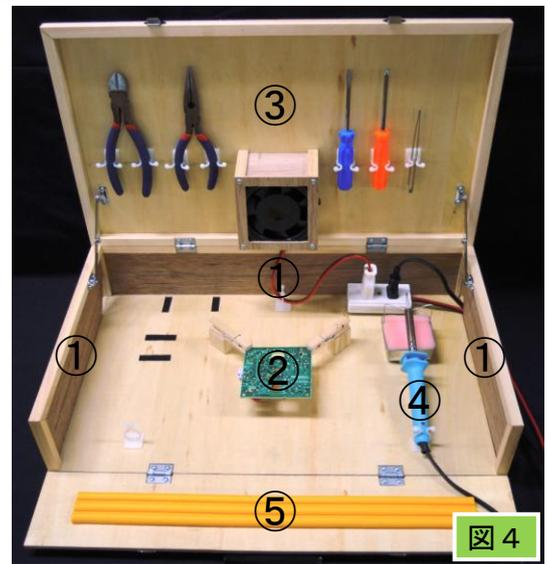

図4
作業スペースの確保および工具の収納が可能(図4)
- ・周囲に壁を設けることで, 作業スペースを明確にし, 他の生徒の身体や衣服が誤って接触することがなくなり, 火傷や衣服の焦げなどの事故を防止できるようにしました(図4①)
- ・木製クリップを設置し, 基板を傷つけずに固定できるようにしました。(図4②)
- ・工具を天板部分に収納することにより, スムーズに取り出して使用できるようにしました。(図4③)
- ・右利き左利き兼用にするため, はんだごて台および延長コードをマジックテープで固定し, 移動できるようにしました。(図4④)
- ・クッションを設置することではんだづけ作業の腕の負担を軽減できるようにしました。(図4⑤)